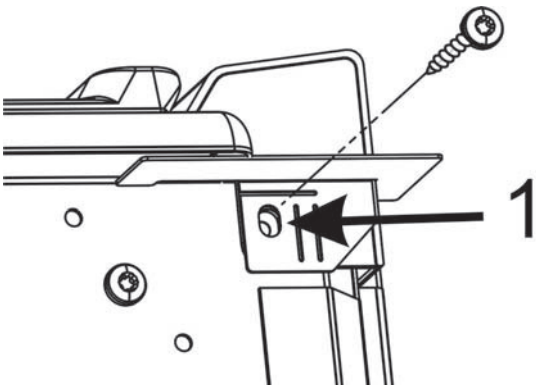

Figure 4 : Mise en place de la vis
- Insérez la vis (mise en réserve ou fournie dans le nécessaire) dans le trou 1 et serrez légèrement (voir Figure 4 : Mise en place de la vis).